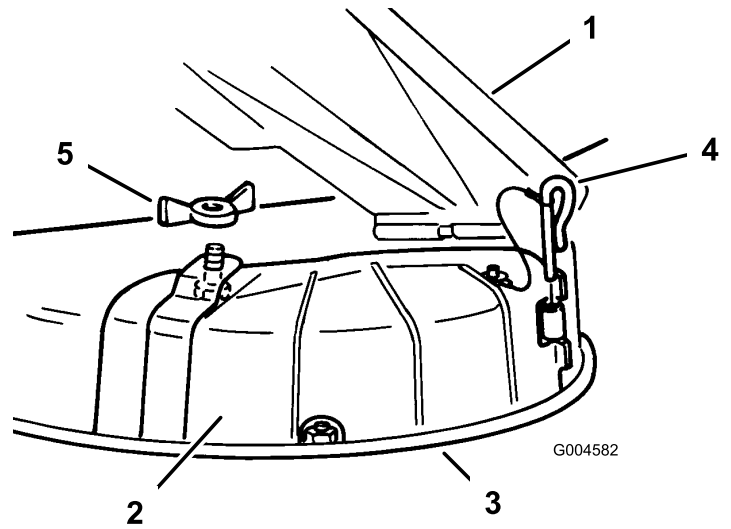

Figura 25
3. Levante el deflector de hierba y coloque la tapa de descarga sobre la abertura, en el borde inferior del cortacésped, e introdúzcala en la bisagra delantera (Figura 25).
4. Coloque el pasador en la bisagra (Figura 25).
5. Fije la tapa de descarga al cortacésped con la tuerca de orejeta (Figura 25).